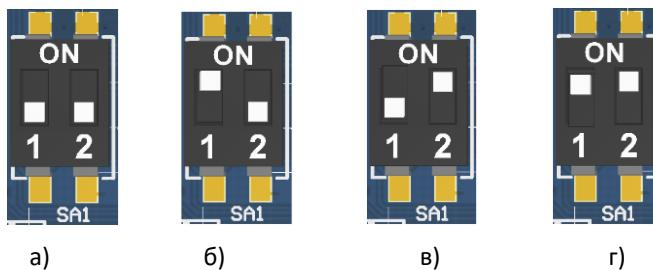

Рисунок 37. Переключатель SA1:
4. Установить тумблер 1 переключателя **SA1** блока управления в положение **BOOT (ON)** (см. рисунок 37 пункт б).
10. Выключить изделие. Переставить тумблер 1 переключателя **SA1** блока управления в исходное положение **NORM** (см. рисунок 37 пункт а).
- **Только для блока управления AL.P240.40.000 rev. 5.6, rev. 5.8 или rev. 6.3:** переставить тумблер **2** переключателя **SA1** в положение **ON** (см. рисунок 37 пункт **в**), включить ККТ. При этом будет воспроизведен характерный звуковой сигнал (короткая мелодия). Перейти к пункту 7.